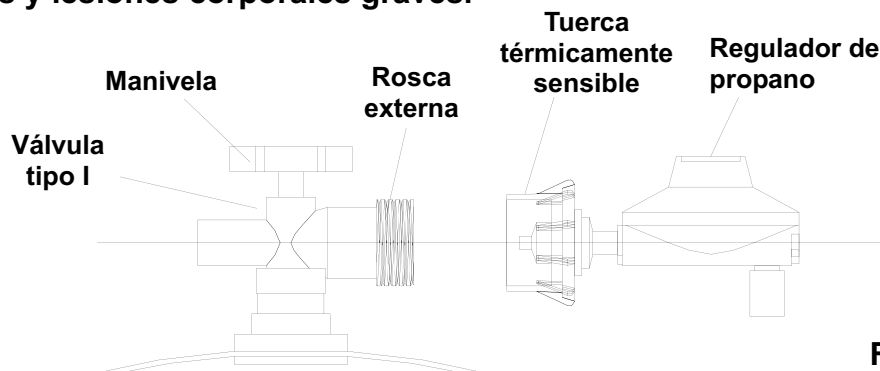

Fig. 7
**⚠ ADVERTENCIA:** no debe reemplazar el acoplamiento de conexión de Tipo I (consulte la Fig. 7) provisto con su parrilla por un sistema de conexión tanque/parrilla diferente. Su reemplazo podría ocasionar la pérdida de la garantía, fugas de gas, incendios y lesiones corporales graves.